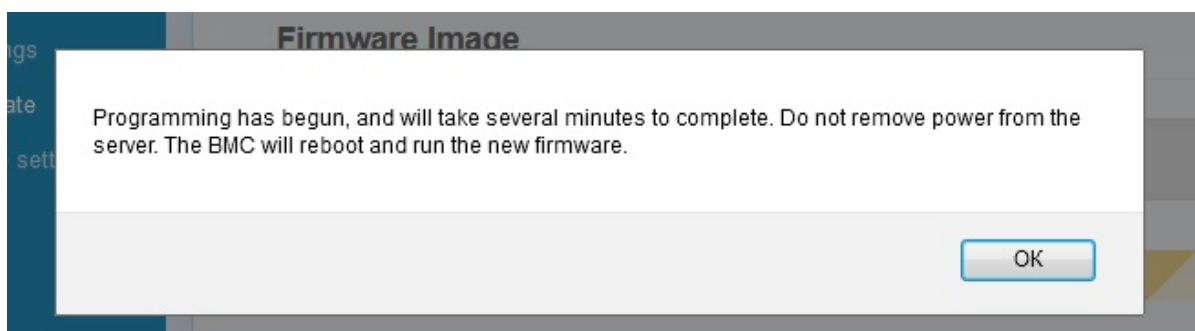

Рис. 85. Окно процесса установки обновления
- 6) После нажатия кнопки «UPLOAD FIRMWARE» появиться окно установки обновления. Окно показано на рис. 85 Окно процесса установки обновления